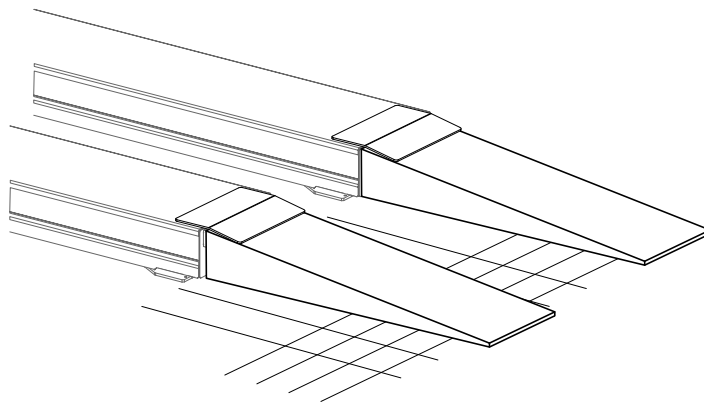

Fig.22
**pedane al pavimento deve essere ottenuto agendo esclusivamente sulle viti di registro (7), eventualmente si possono aggiungere solo ulteriori spessori.**
Procedere come sopra tenendo presente che, livellando il ponte con le viti (7), l'arresto veicolo appoggi sulla rampa e sulla pedana come in fig. 22.
**ATTENTION:** Do not move the lift before removing the mechanical block (6).
- Having executed a complete up/down cycle by checking positioning of the bases is such to guarantee regular movement of the rolls with the absence of irregular jamming or rubbing. With the lift fully down, you need to check correct support of the platforms; if necessary, adjust with the specific screws (7).
**If the depth of the pit is greater than the pre-set value (385 mm), the platforms should be levelled to the floor using the adjusting screws (7).**
Proceed as above, checking when levelling the lift with screws (7) that the vehicle block rests on the ramp and on the platform as in fig. 22.
**VORSICHT:** Die Hebebühne erst bewegen, wenn die mechanische Blockierung (6) entfernt wurde.
- Einen kompletten Anstieg/Abstieg-Zyklus durchführen, dabei überprüfen, dass die Positionierung der Sockel so durchgeführt wurde, dass eine regelmäßige Bewegung der Rollen ohne Unregelmäßigkeiten oder störende Reibungen garantiert wird. Mit der Hebebühne ganz unten muss die korrekte Abstützung der Plattformen überprüft werden; bei Bedarf mit den entsprechenden Schrauben (7) anpassen.
Zu Abb. 22
**die Einstellschrauben (7) zum Fussboden nivelliert werden (ggf. weitere Unterlegscheiben einsetzen).**
Wie oben beschrieben vorgehen und folgendes beachten: Wird die Hebebühne über die Schrauben (7) nivelliert, muss die Fahrzeug abrollsicherung gemäß Abb. 22 auf der Rampe und auf der Fahrschiene aufliegen.
**ATTENTION :** Ne déplacez pas l'élévateur avant d'avoir enlevé le verrouillage mécanique (6).
Réf. fig. 22
**intervenant exclusivement sur les vis de réglage (7) (en ajoutant éventuellement d'autres cales).**
Procéder comme indiqué plus haut mais attention : en réglant le niveau du pont avec les vis (7), l'arrêt du véhicule appuie sur la rampe et sur le chemin de roulement comme indiqué à la fig. 22.
**ATENCIÓN:** No manipule el elevador antes de haber removido el bloque mecánico (6).
- Efectúe un ciclo completo de subida/bajada controlando que el posicionamiento de las bases garantice el movimiento regular de los rodillos sin tropiezos o rozamientos anormales. Con el elevador todo abajo es necesario controlar el apoyo correcto de las tarimas; eventualmente ajuste con los tornillos correspondientes (7).
Ref. fig. 22
**exclusivamente por medio de los tornillos de regulación (1) (añadiendo si fuera necesario más espesores) .**
Proceder como hemos descrito arriba pero teniendo presente que, nivelando el puente con los tornillos (7), el tope que hace que se pare el vehículo apoye sobre la rampa y sobre la plataforma, como indica la fig. 22.